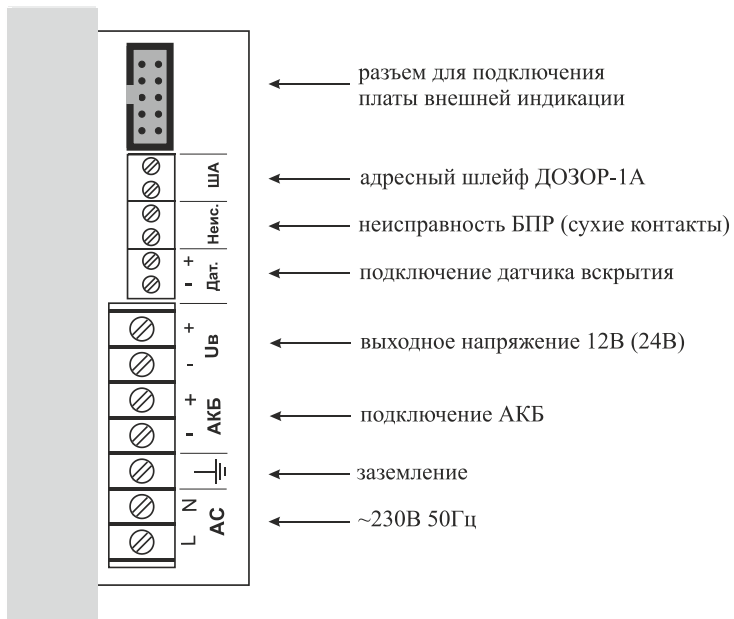

Рис.1 Расположение контактов
3.2.2 Согласно схеме, изображенной на рис.1: